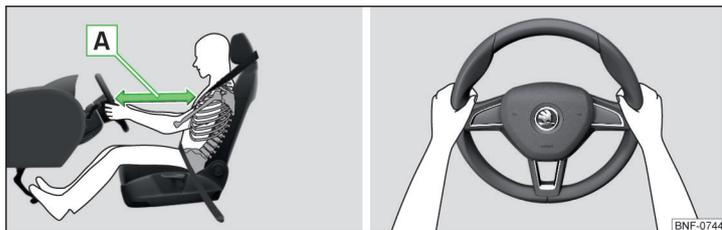

Fig. 2 Position assise correcte du conducteur/Bonne position du volant
- ✓ Ajustez le volant de façon à ce que la distance **D** entre le volant et le buste soit de 25 cm au moins » fig. 2.
- Pendant la conduite, maintenez le volant latéralement des deux mains sur le bord extérieur dans les positions « 9 » et « 3 » heures » fig. 2. Ne jamais tenir le volant en position « midi » ou de toute autre manière (par exemple au milieu du volant ou sur la partie interne). Sinon, le déclenchement de l'airbag du conducteur risque de provoquer de graves blessures aux bras, aux mains et à la tête.